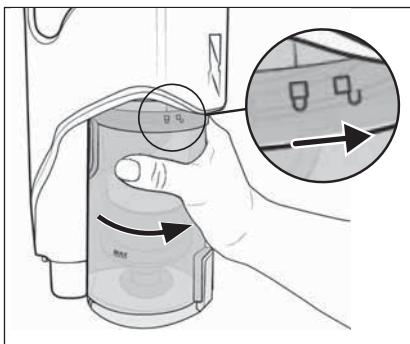

Fig. 28
- 8) Vuelva a colocar el depósito de suciedad ⑦ en el aparato y gírelo hacia el símbolo 🔒 (cerrar) hasta que quede firmemente montado en el aparato (consulte la fig. 28).